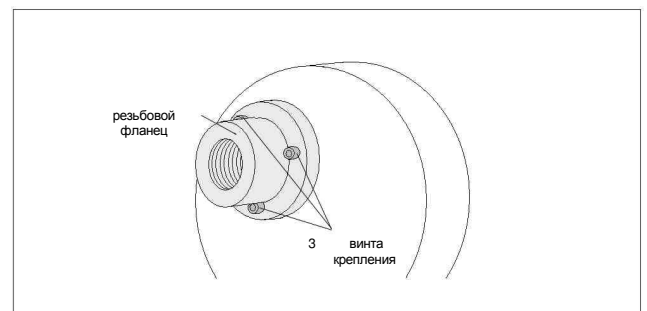

Рис. 15. Замена фокусирующей линзы на детекторе
- A Снимите детектор с визирующей трубы (см. Рис. 15).